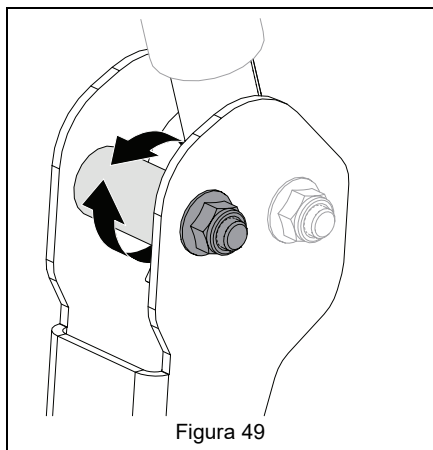

Figura 49
- Girar el espaciador excéntrico para que las palancas estén a la misma altura y quede una distancia de 1.3cm – 2.5 cm (1/2" – 1") entre las palancas. Consulte Figura 49.